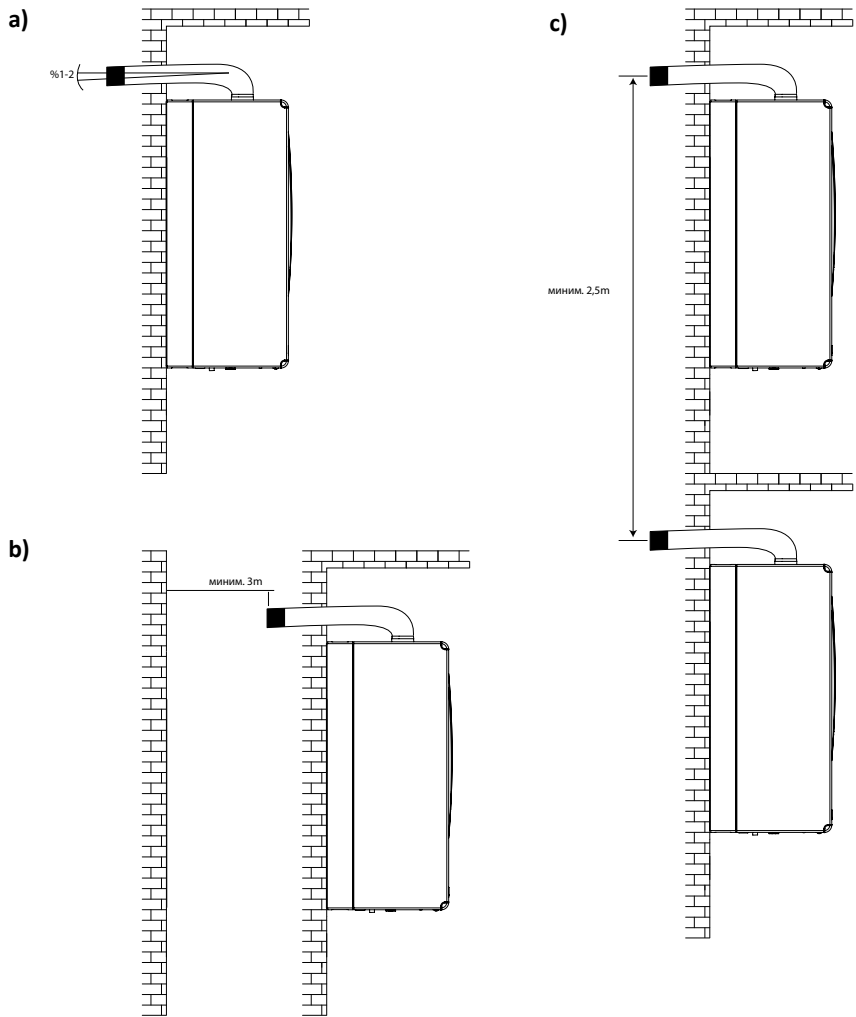

Рисунок 5
- Для устройств типа С выходные отверстия горизонтальных дымоотводов следует устанавливать с уклоном наружной части вниз на 1-2% для предупреждения проникновения дождевой воды и т. п. (Рисунок 5а).
- Для устройств типа С расстояние между выходными отверстиями горизонтальных дымоотводов, выведенных наружу здания, должно составлять не менее 2,5 м. Кроме того, при выводе дымоотвода под окном, выходное отверстие дымоотвода должно находиться на расстоянии 30 см от нижнего края окна (Рисунок 5с).
Выходные отверстия горизонтальных дымоотводов следует устанавливать с уклоном наружной части вниз на 1-2% для предупреждения проникновения дождевой воды и т. п. (Рисунок 5а)